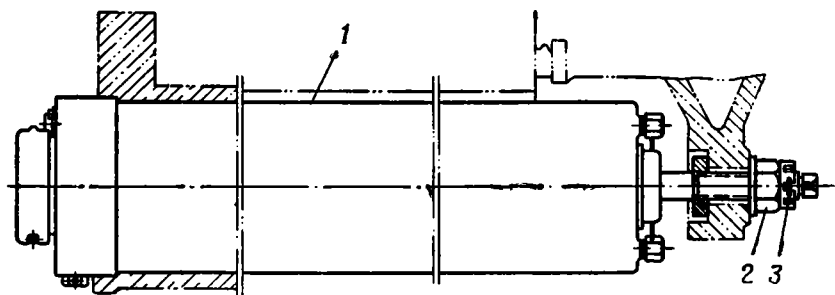

Рис. 51. Накатник:
5. Расшплинтовать и отвернуть гайку 2 (рис. 51) штока накатника, удерживая шток от проворачивания за головку.
4. Завернуть гайку 2 (рис. 51), удерживая шток от вращения за головку штока, и зашплинтовать ее.